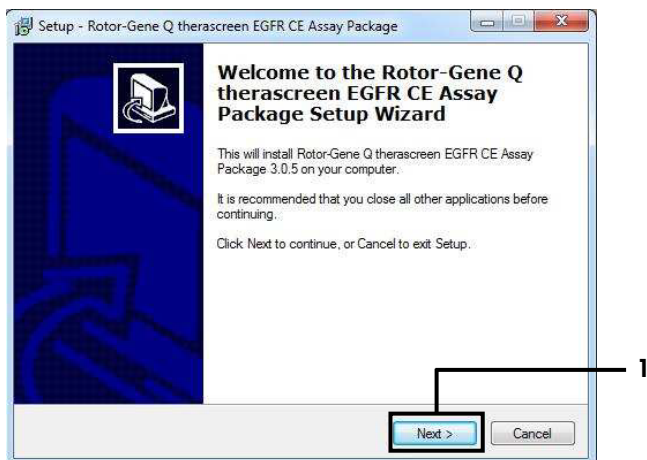

Figura 41. Cuadro de diálogo "Setup Wizard" (Asistente para la configuración) (1 = "Next" [Siguiente]).
6. Haga clic en Next (Siguiente) para continuar (figura 41).